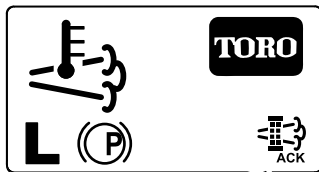

Bild 89
8. Im InfoCenter wird der Begrüßungsbildschirm angezeigt; das Symbol für die Bestätigung der Regenerierung (Bild 89) wird unten rechts auf dem Bildschirm angezeigt, wenn die Regenerierung ausgeführt wird.